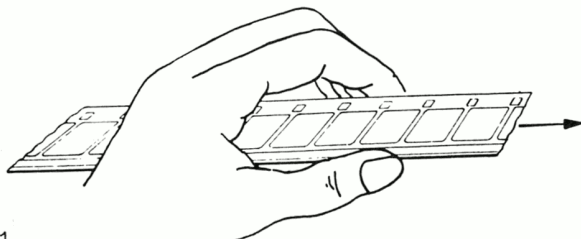

Fig. 11
- Die Spule mit Film auf die Abwickelwelle und eine leere Spule auf die Aufwickelwelle des Umspulers setzen und langsam umspulen. Dabei die scharfen Seitenkanten des Films zwischen Daumen und Zeigefinger durchgleiten lassen (Fig. 11); man fühlt dann leicht, wo der Film eingegrissen ist oder schlechte Klebestellen hat.